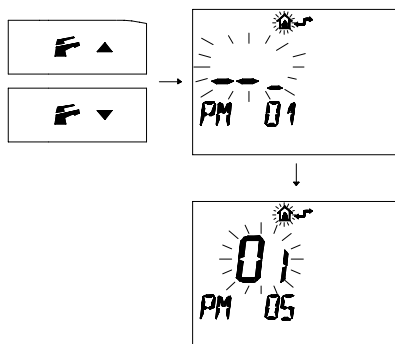

Figura 8.6
- Premere i pulsanti **F**  $\nabla$  e **F**  $\blacktriangle$  per visualizzare la programmazione "**PM05**" settaggio gas fase 1 (Figura 8.6).
- Il SET programmato che lampeggia **01** indica che la caldaia è predisposta per funzionare con gas **Metano (G20)** (Figura 8.6)